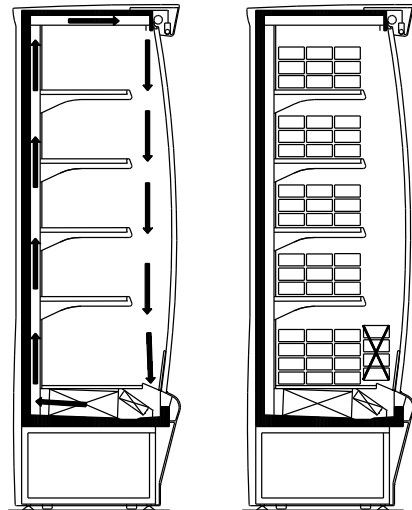

FIG. 13
- Non ostruire le feritoie di distribuzione del freddo che garantiscono il corretto flusso dell'aria (FIG. 13 pag. 4).